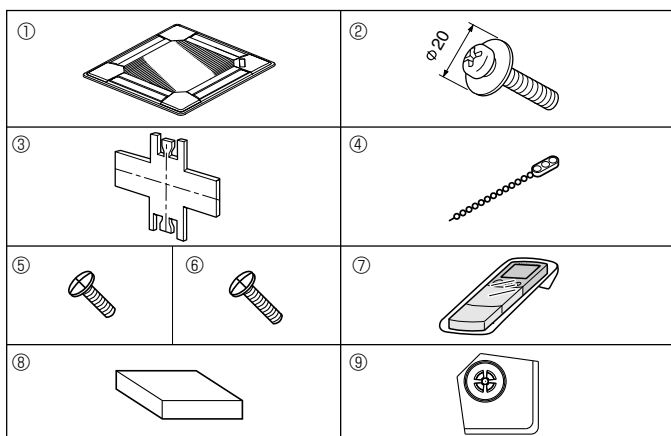

Fig. 9-1
9.1. Kontroll av innehållet (Fig. 9-1)